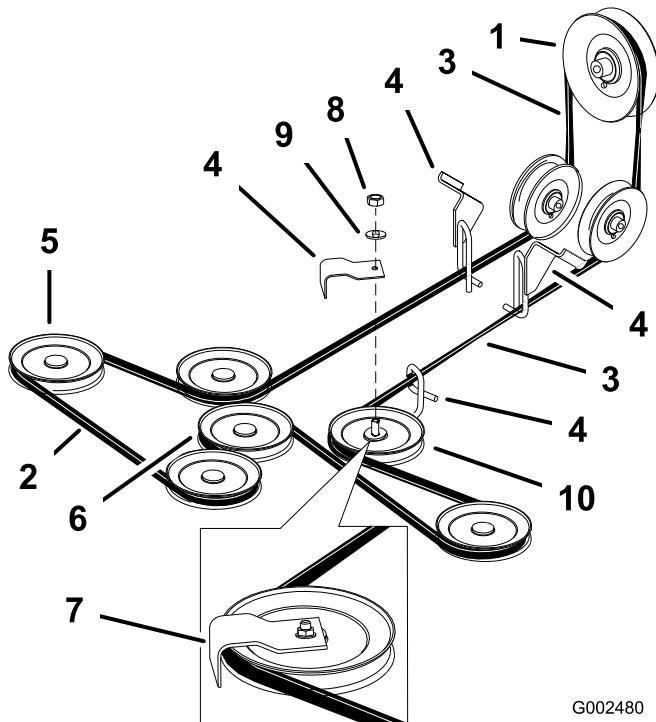

Figure 49
4. Desserrez l'écrou de fixation de la plaque du bras de tension et déplacez la plaque pour détendre la courroie sur la poulie de tension (Figure 49).
6. Dégagez la courroie de plateau de coupe des guides et déposez-la (Figure 49).
7. Installez la courroie neuve autour des poulies d'axe et de la poulie de tension du plateau de coupe, dans les guides de courroie, dans l'ensemble bras de tension arrière et l'embrayage (Figure 49).
**Remarque:** Vérifiez le vrillage de la courroie entre les poulies. Il doit être conforme aux spécifications de la Figure 49.
- Important:** Vérifiez le vrillage de la courroie entre les poulies. Il doit être conforme aux spécifications de la Figure 49.